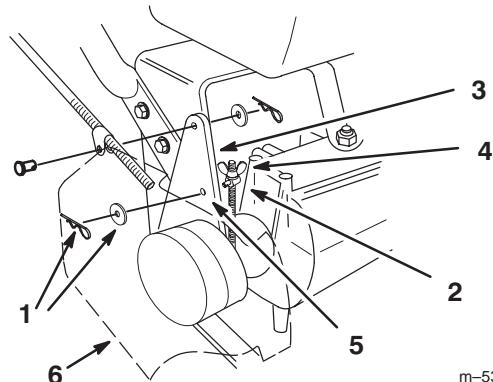

Figure 35
3. Pour régler le frein, enlevez la goupille fendue et la rondelle du levier (Fig. 35).
4. Tournez le tourillon jusqu'à ce qu'il rentre facilement dans le trou "F" du levier de frein (Fig. 35). Serrez l'écrou papillon.
5. Fixez le tourillon au levier de frein à l'aide de la rondelle et de la goupille fendue (Fig. 35).